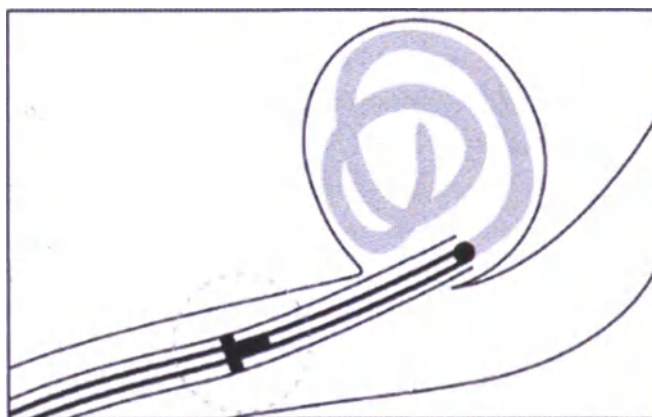

Рис.3.2
11. Продолжайте продвижение спирали на системе доставки до тех пор, пока не будет достигнуто положение рентгеноконтрастных маркеров в виде буквы «Т» - проксимальный конец спирали (имплантата) достиг кончика микрокатетера. Затяните поворотный гемостатический зажим для предотвращения дальнейшего движения частей (см.рис.3.2).